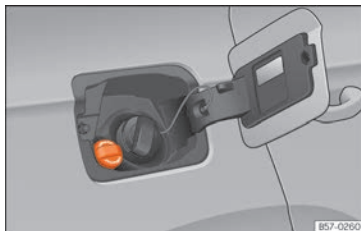

Fig. 206 AdBlue tank cap.
- Open the tank cover »» **Fig. 206**.
»» Fig. 206.